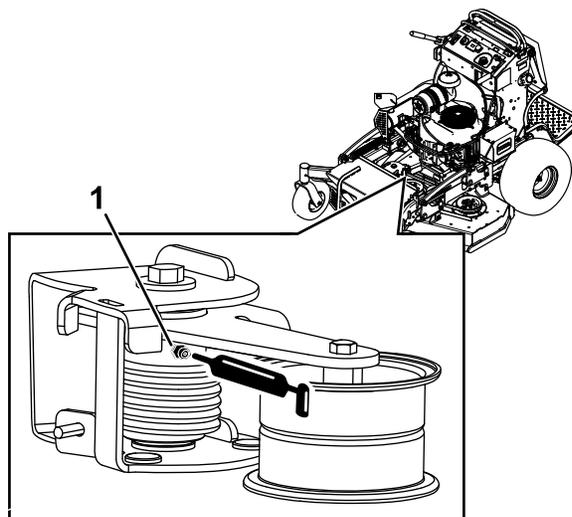

Рисунок 46
3. Заправьте высокотемпературной консистентной смазкой масленку торсионного натяжного ролика на деке газонокосилки, как показано на Рисунок 46.